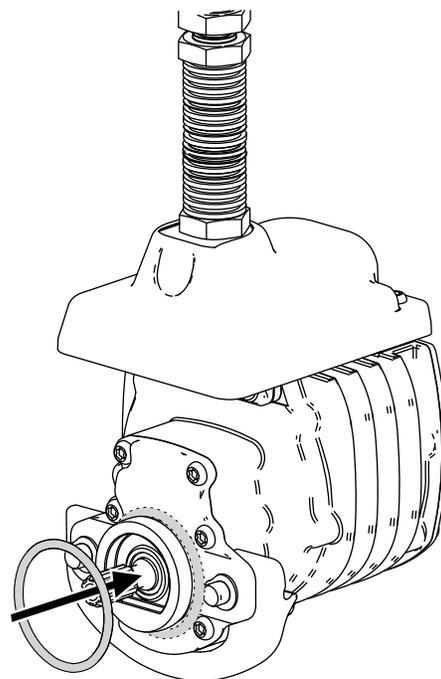

Рисунок 10
3. Установите уплотнительное кольцо на каждый двигатель барабана, как показано на Рисунок 10.